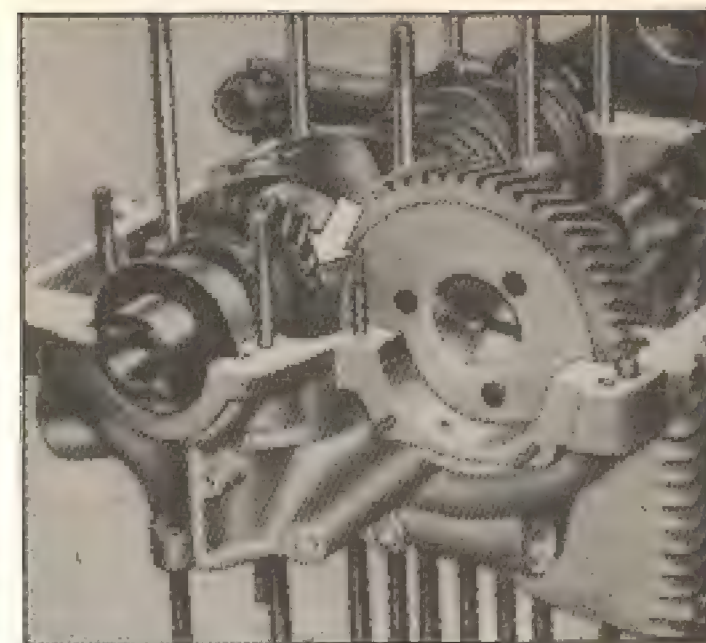

Fig. 8-H — Perfeito engraxamento da engrenagem da árvore de manivelas com a da árvore de comando de válvulas.
**Na reposição da árvore de comando, a marca "O" gravada em um dos dentes deve se colocar entre os dois dentes também marcados da engrenagem da árvore de manivelas, para que a distribuição fique "no ponto" certo. (Fig. 8-H).**